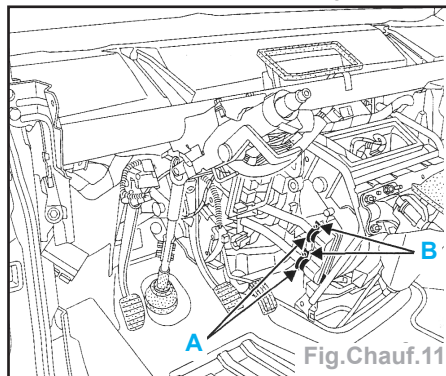

Fig.Chauf.11
- Desserrer les deux colliers (A) des tuyaux du circuit d'eau du radiateur.
- Dévisser les deux vis (B) de maintien radiateur puis retirer celui-ci (Fig.Chauf.11).